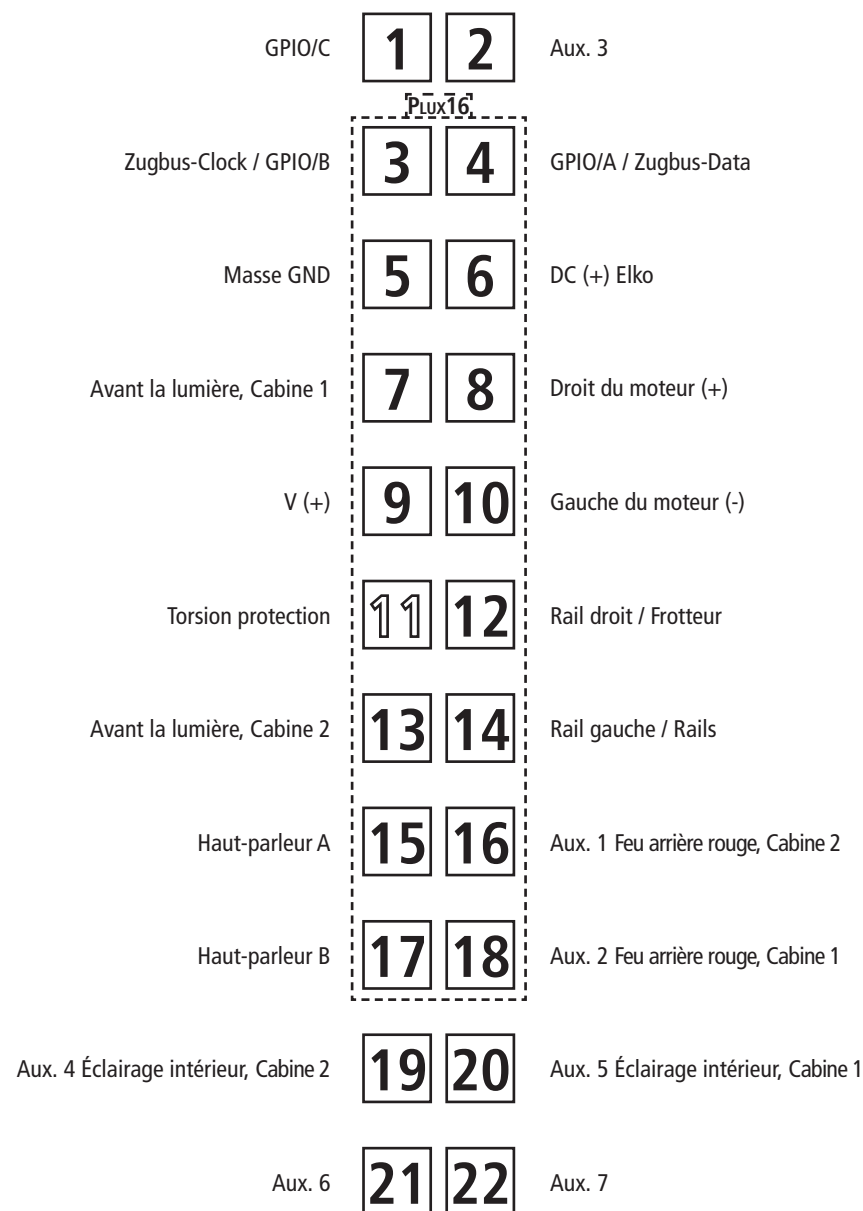
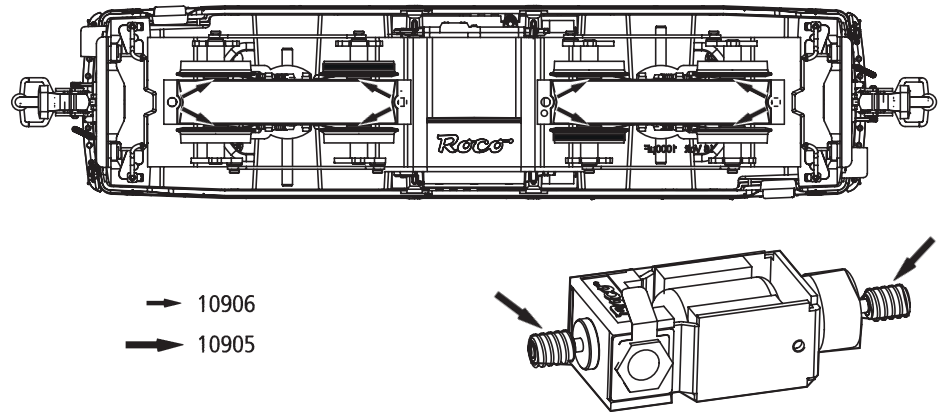

Fig. 5
Fig. 6
**2. Haftreifenwechsel:** Zuerst den Getriebedeckel sowie die Triebstangen abnehmen (Fig. 6). Danach den **Radsatz** herausnehmen und die **Haftreifen** mit einer Nadel od. mit einem feinen Schraubendreher abziehen (Fig. 5). Beim Aufziehen der neuen Haftreifen darauf achten, dass diese sich nicht verdrehen.
**2. Change of traction tyre:** Remove the gear cover as well as the driving rod (fig. 6). Take out **wheel set** and remove **traction tyre** using a pin or a fine screwdriver (fig. 5). When pressing on the new traction tyre please **avoid twisting it**.
**2. Échange des bandages d'adhérence:** Démontez d'abord le **couvre-carter des engrenages** des engrenages ainsi que la tige de conduite (fig. 6). Délogez ensuite les essieux bandagés et enlevez, à l'aide d'une aiguille ou d'un tourne-vis fin, les bandages d'adhérence (fig. 5). Lors du montage des nouveaux bandages veuillez veiller à ce que les bandages **ne soient pas tor-dues**.